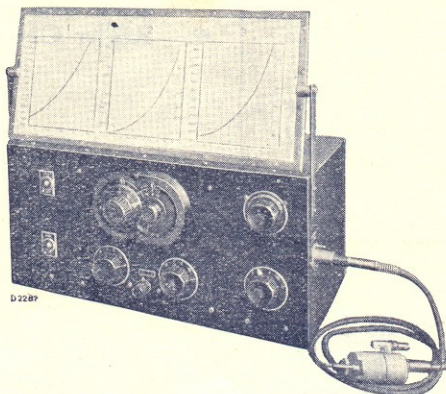

Fig. 1
1. Un oscillateur de service type GM 2880 avec antenne fictive (fig. 1) (utiliser uniquement la connexion **non** marquée d'un point rouge).